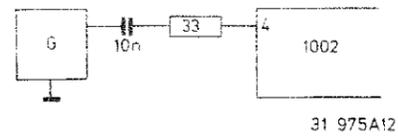
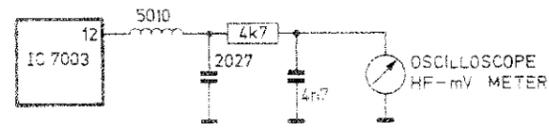

Fig. 1
Fig. 2
- Messsender gemäss Bild 1 und Oszilloskop oder HF-Millivoltmeter gemäss Bild 2 anschliessen.
- Messsender gemäss Bild 1 und Oszilloskop oder HF-Millivoltmeter gemäss Bild 4 anschliessen.